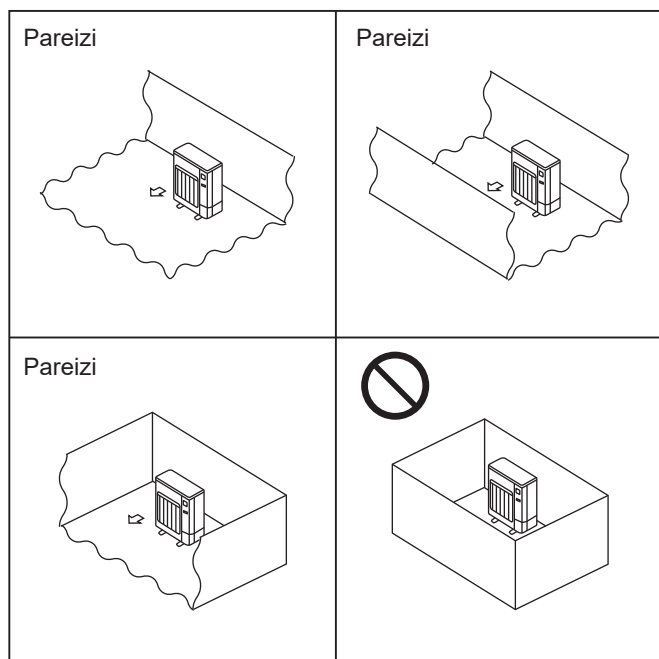

Fig. 2-1
- © Ārējās iekārtas uzstādiet tādās vietās, kur vismaz vienā no iekārtas četrām sāniem ir brīva telpa, un visa telpa kopumā ir pietiekami liela un bez padziļinājumiem. (Fig. 2-1)